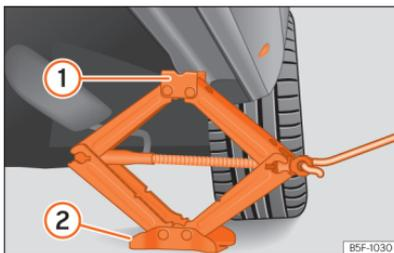

Fig. 229 Longarina: colocação do macaco do veículo.
- Rode a manivela do macaco, colocado por baixo do ponto de apoio da longarina, para levantá-lo até que o ressalto ① » » » **Fig. 229** se encontre por baixo do alojamento previsto.
- Alinhe o macaco de forma a que a patilha ① «encaixe» no alojamento previsto da longarina e que a placa base móvel ② fique apoiada no chão. A placa base ② deve ficar colocada na vertical relativamente ao ponto de apoio ①.